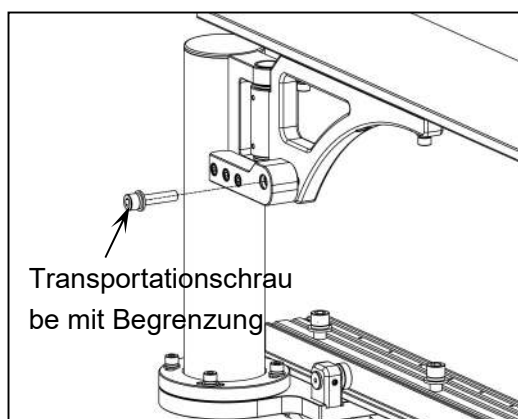

Abb. 10
3. Entfernen Sie, wie in **Abb. 10** dargestellt, die vorinstallierte Transportbegrenzungsschraube und drehen Sie dann den Auslegerarm vom Verriegelungsblock weg, um den Verriegelungsgriff zu montieren.